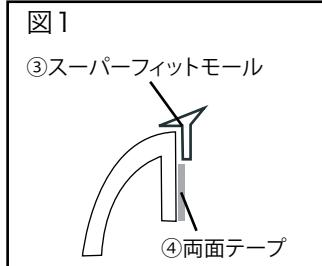

図2
1. ①サイドステップ裏側上部に③スーパーフィットモール④両面テープを貼付けてください。
3. ①サイドステップを前後から合わせ、両サイドを下からめ込むようにして車両に仮合わせしてください。
4. ①サイドステップのフェンダー巻込み部(左右前後各2力所) の穴位置をマーキングしてください。
5. ①サイドステップを一旦取り外し、車両のマーキング位置にφ3.5下穴を開けてください。
6. ④両面テープハクリ紙を部分的に剥がして再度①サイドステップを車両に取付け、フェンダー巻込み部を②タッピングビスで仮止めしてください。
7. 上下左右・角度等の全体バランスを確認・調整した後、ハクリ紙を全て剥がして圧着し、②タッピングビスを確実に本締めしてください。
8. ①サイドステップ前方図の位置に⑥エンブレムを貼付けてください。(図2参照)
9. ⑥エンブレム表面の保護フィルムを剥がしてください。